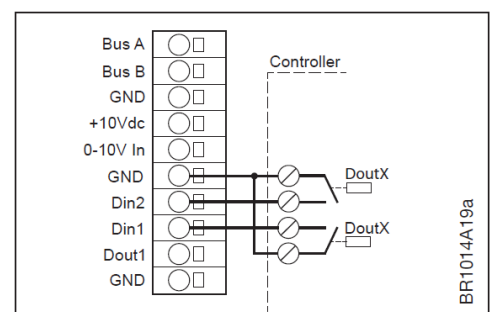

Fig. 3-18: Digitala ingångar
- **Din1:** Digital ingång för nollställning av felmeddelanden. Anslutning enl. fig. 3-18.